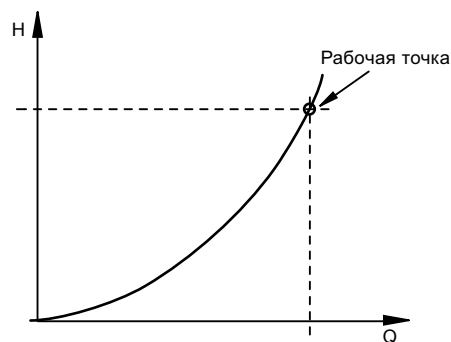

Рис. 1 Характеристика системы
По оси X отметить требуемый максимальный расход (Q), по оси Y - максимальные потери давления (H). См. рис. 1.